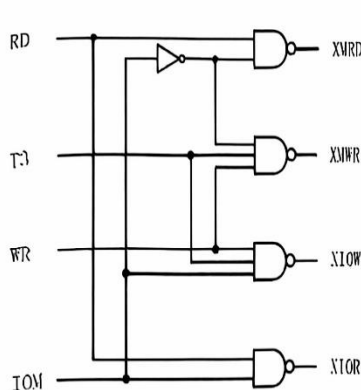
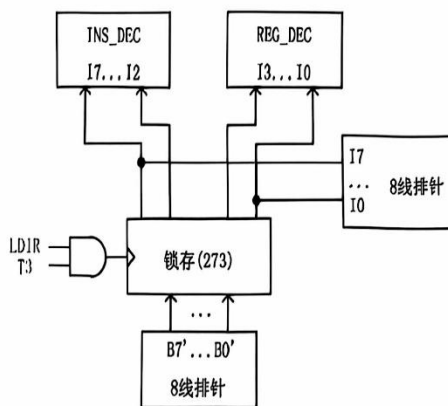
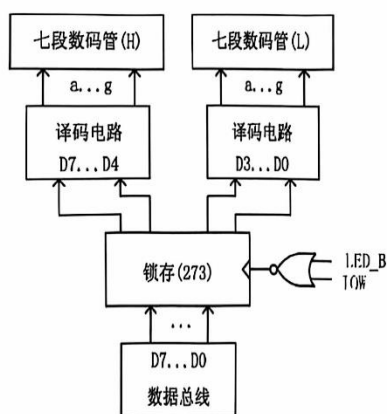

图 4-5-4 读写控制逻辑
图 4-5-5 IR 单元的原理图
图 4-5-6 OUT 单元的原理图
本实验除了用到指令寄存器 (IR) 和通用寄存器 R0 外, 还要用到 IN 和 OUT 单元, 从微控器出来的信号中只有 IOM、WR 和 RD 三个信号, 所以对这两个单元的读写信号还应先经过译码, 其译码原理如图 4-5-4 所示。IR 单元的原理图如图 4-5-5 所示, R0 单元原理如图 4-5-7 所示, IN 单元的原理图见图 2-18 所示, OUT 单元的原理图见图 4-5-6 所示。